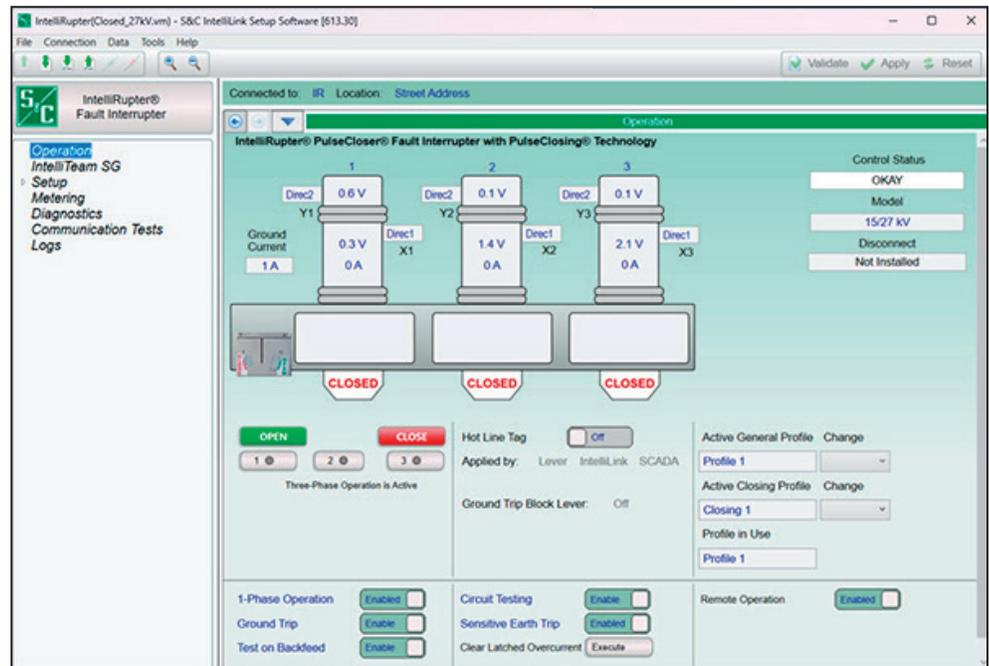

Figura 19. Pantalla de *Operación* del interruptor de fallas IntelliRupter.
PASO 9. Cuando se haya completado el inicio de sesión, aparecerá la pantalla de *Operación*. Ver Figura 19.